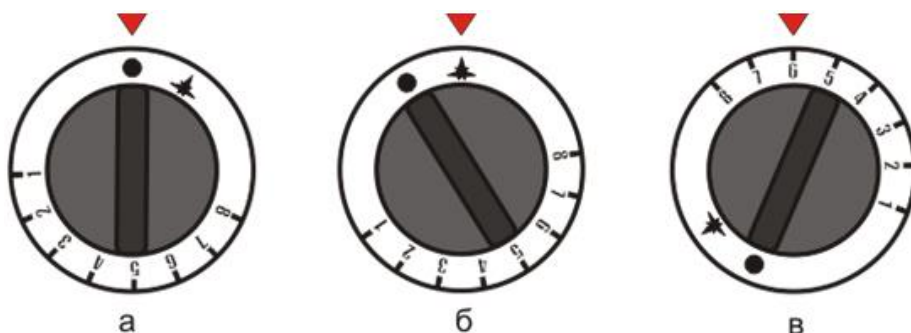

Рис. 5. Соответствие положения ручки крана режиму работы горелок
- Включите соответствующую горелку и установите ручку в температурный режим «3» (рис.5). Подождите 20-25 минут и переведите ручку крана в температурный режим «1», снимите ручку.
- Убедитесь в том, что ручки кранов находятся в положении «кран закрыт» (рис.5а). Если краны открыты, переведите их в закрытое состояние, слегка нажав на ручку крана и повернув ее по ходу часовой стрелки до упора.
Внимание! При первом включении аппарата, а также после каждой замены баллона СУГ необходимо выпустить воздух из газового тракта. Для этого удерживайте ручку крана в нажатом состоянии в положении «розжиг запальной горелки» (рис.5б) в течение 1-3 минут, либо до появления запаха газа, после чего отпустите ручку и подождите не менее 1 минуты. Затем можно приступать к розжигу горелок.
- В исходном состоянии ручка крана находится в положении «кран закрыт» (рис.5а).
- Нажав на ручку крана и, удерживая её в нажатом состоянии, поверните её против хода часовой стрелки в положение «розжиг запальной горелки» (рис.5б).
- Далее, нажмите на ручку крана и, удерживая её в нажатом состоянии, поверните её против хода часовой стрелки в положение соответствующее выбранной температуре (рис.5в).
- Нажав на ручку крана и, удерживая её в нажатом состоянии, поверните её по ходу часовой стрелки в положение «розжиг запальной горелки» (рис.5б) – основная горелка погаснет, а запальная горелка останется зажженной («дежурный режим»).
- Для выключения запальной горелки необходимо слегка нажать на ручку крана и повернуть ее по ходу часовой стрелки до упора в положение «кран закрыт» (рис.5а).
- После окончания работы с аппаратом, необходимо перевести ручки кранов в закрытое состояние (рис.5а) и закрыть кран газопровода (баллона СУГ).